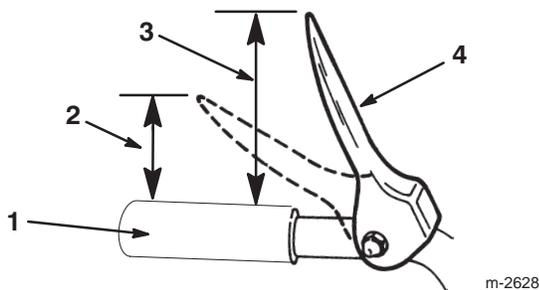

Bild 10
5. Überprüfen Sie den Abstand zwischen der Oberkante des Handgriffs und der Unterkante des Betätigungshebels für Schnecke/Gebläserad. Der Abstand sollte circa 10 cm betragen (Bild 10).
Hinweis: Die zum Drücken des Hebels aufzuwendende Kraft erhöht sich merklich, wenn der Antriebsriemen für Schnecke/Gebläserad vollkommen gespannt ist (ca. die Hälfte des Hebelweges). Die Einstellung ist korrekt, wenn die Kraft **zunimmt** und der Abstand zwischen der Oberkante des Handgriffs und der Unterkante des Betätigungshebels für Schnecke/Gebläserad 5 cm beträgt (Bild 10).